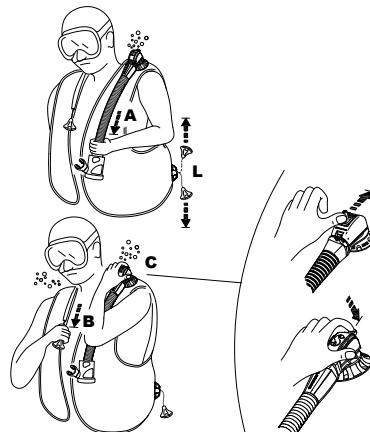

рис. 7
- a) несильно потянув вниз гофрированный шланг с инфлятором (рис. 7 - A). Не следует прилагать чрезмерного усилия к гофрошлангу с инфлятором. Движение клапана ограничено и слишком сильное натяжение не увеличит поток стравливаемого воздуха. Чтобы закрыть плечевой клапан ручного стравливания, просто отпустите шланг.
- b) нажав выступающую из корпуса клапана патентованную кнопку (рис. 7 - C). Этот способ хорош также для сброса воздуха из компенсатора другого дайвера, находящегося в затруднении (паника, недостаток опыта, потеря сознания и т.д.).
- Двойной ручной клапан сброса (патент SCUBAPRO®) сбрасывает воздух при нажатии кнопки (рис. 7-C) в случае отказа ручной системы сброса (по причине разрыва троса, поломки шпильки и т.д.) либо при дыхании из Air 2.
### **Клапан сброса на правом плече (рис. 7 - B)**
Клапан на правом плече, если присутствует, приводится в действие аккуратным рывком за шарообразную ручку, соединенную тросом с самим клапаном (рис. 7 - B). Для использования любого из сглаживающих клапанов займите положение, при котором клапан будет находиться выше пузыря воздуха в КП. Используйте клапан сглаживания до тех пор, пока не достигнете желаемого уровня плавучести. Прекращение натяжения/сдвига закрывает клапан (рис. 7 - B).
### **Нижний клапан сброса (рис. 7 - L)**
**Клапан сброса на правом плече (рис. 7- B) и нижний клапан (рис. 7 - L) позволяют быстрее остальных устройств сглаживать воздух из компенсатора.**